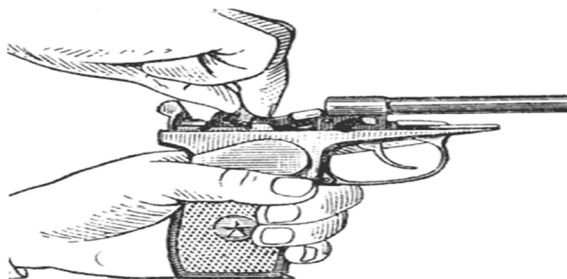

Рис. 11. Отделение рукоятки от основания рукоятки
3. Отделить рукоятку от основания рукоятки и боевую пружину от рамки. Лезвием протирки вывинтить винт и, сдвигая рукоятку назад, отделить ее от основания рукоятки (рис. 11).